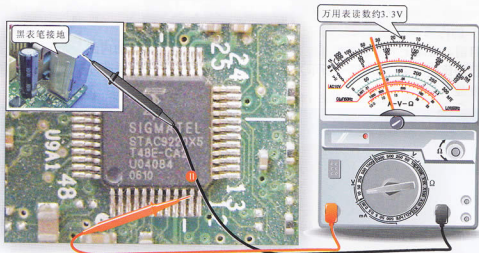

图 6-6 检测声卡芯片的复位信号
(2) 接着,应继续检测STAC9220X5型⑪脚的复位信号输入端,正常情况下,该脚的复位电压应为3.3V(待机时为0V),如图6-6所示为实际复位信号的检测过程,经检测,该声卡芯片复位信号正常。